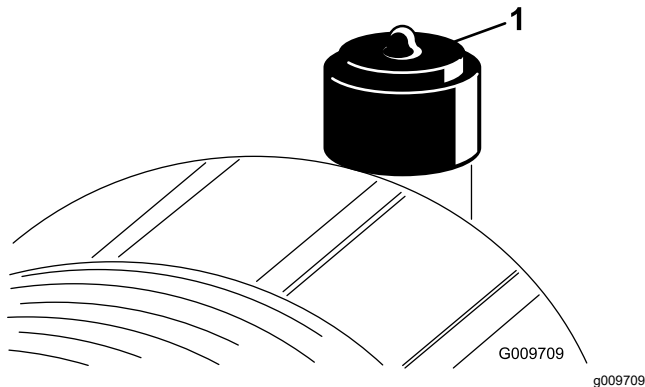

Figure 72
Faites l'entretien du filtre à air uniquement quand l'indicateur de colmatage (Figure 72) indique que cela est nécessaire. Changer le filtre à air prématurément ne fait qu'accroître le risque de contamination du moteur par des impuretés quand le filtre est déposé.
8. Réarmez l'indicateur de colmatage (Figure 72) s'il est rouge.